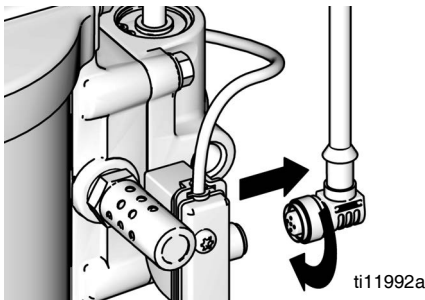

FIG. 10. Scollegare DataTrak
1. Svitare il cavo dal retro del gruppo interruttore a lame. Vedere FIG. 10.